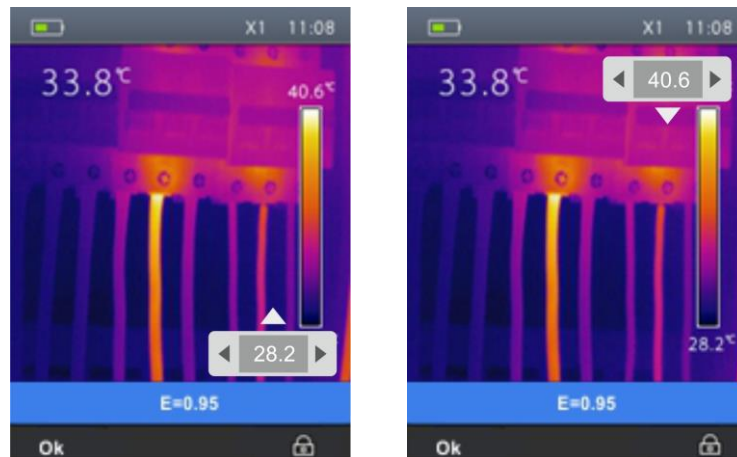

Abb. 28: Auswahl des Einstellmodus der Temperatur des Bildes
2. Drücken und halten Sie die Taste für 2 Sekunden. Die folgende Bildschirmseite (siehe Abb. 28 – Linke Seite) erscheint im Display.
3. Drücken Sie die Taste, um zur vorherigen Ebene der Farbpalette zu gelangen (siehe Abb. 28 – Rechte Seite).